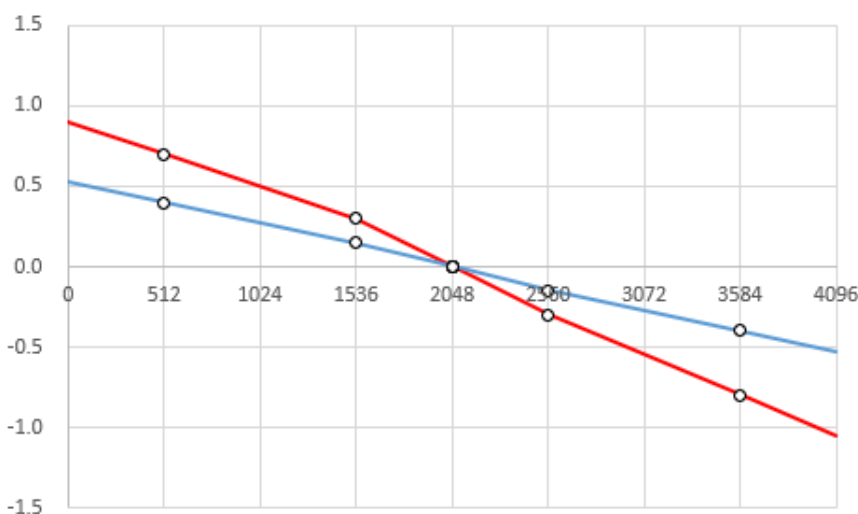

図 4-14-2 倍率色収差補正量テーブルイメージ
- 3) 各画素の補正量は、画像中央と左右 2 点の補正ポジションを結ぶ折れ線近似したテーブルを作成します。図 4-14-2